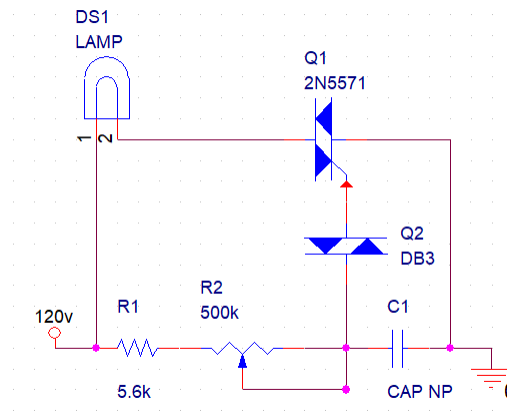

Figura 2: Circuito regulador de intensidad
- Conectar nuestro circuito del socket, el foco en serie con fase y el triac como se muestra en la figura 2